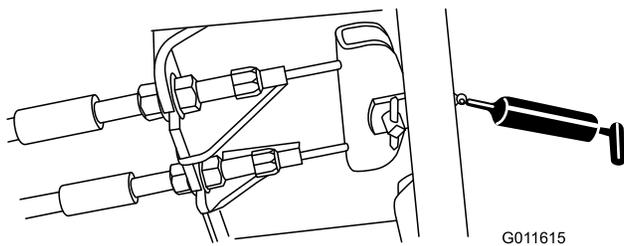

Figura 59
- Pedal do travão (1) (Figura 59)